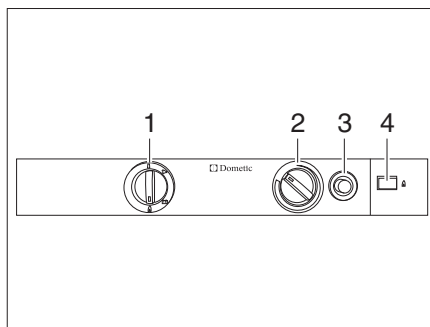

Bild 353 Bedienelemente für den Kühlschrank (Dometic 8er-Reihe)
- Energie-Wahlschalter (Bild 353,1) auf "🔥" stellen.
- Drehregler (Bild 353,2) drücken, auf höchste Stufe drehen und gedrückt halten. Warten, bis Gas zum Brenner strömt.
- Gaszündknopf (Bild 353,3) drücken und gedrückt halten. Die Zündung erfolgt automatisch.
- Gaszündknopf (Bild 353,3) gedrückt halten, bis der Flammenanzeiger (Bild 353,4) grün wird, dann loslassen.
- Drehregler (Bild 353,2) noch 10 bis 15 Sekunden gedrückt halten, dann loslassen.
- Energie-Wahlschalter (Bild 353,1) auf "⚡" stellen.
- Kühltemperatur mit dem Drehregler (Bild 353,3) einstellen.